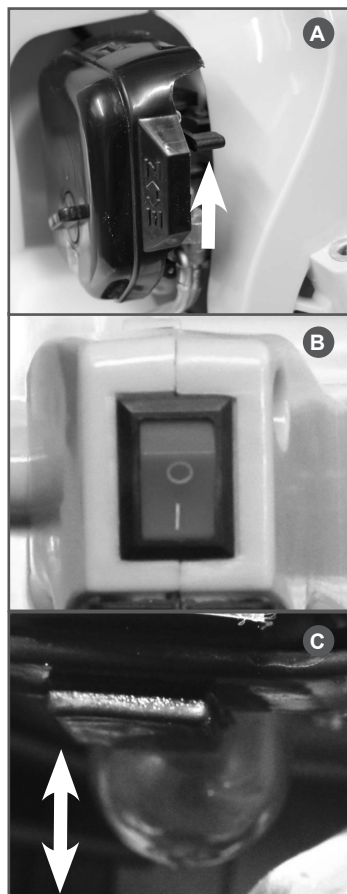

Рис. 9 Запуск двигателя
7. Закройте воздушную заслонку карбюратора. Для этого рычаг управления воздушной заслонкой установите в верхнее положение «ЗАКРЫТО» (Рис. 9А).
8. Выключатель зажигания (Рис. 9В) установите в положение «I» (ВКЛЮЧЕНО).
6. Прокачайте топливо через карбюратор. Для этого нажимайте (примерно 5-10 раз) на ручной топливный насос (Рис. 9С) до появления в насосе топлива и возникновения сопротивления при нажатии.